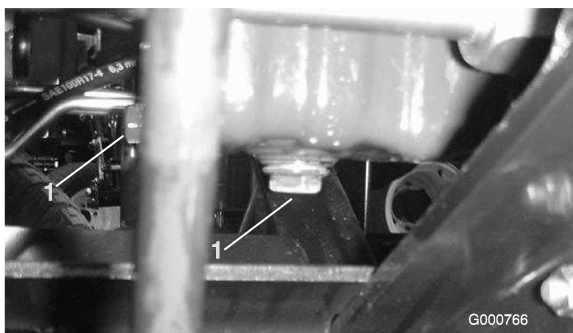

Figure 42
- Retirez le bouchon de vidange (Figure 42) et laissez couler l'huile dans un bac de vidange. Remettez le bouchon en place quand toute l'huile s'est écoulée.